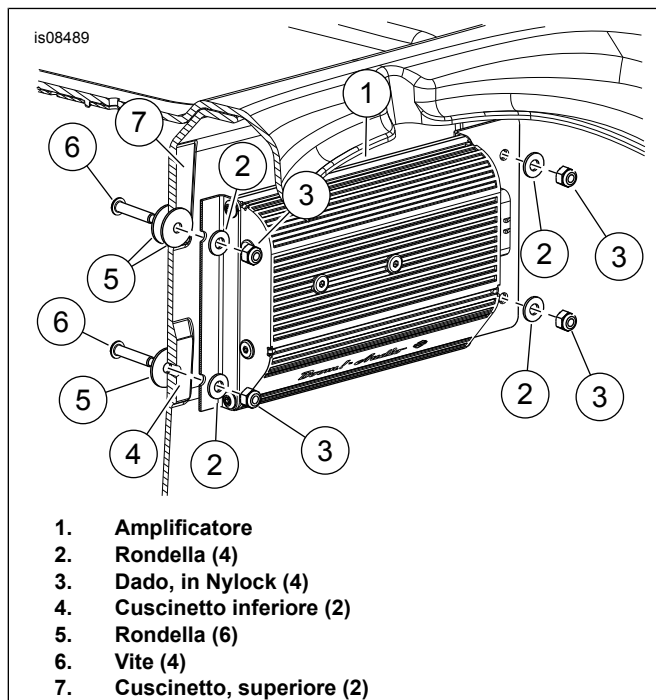

Figura 2. Installazione dell'amplificatore
6. Vedere Figura 2 Posizionare l'amplificatore e le staffe (1) sopra ai quattro cuscinetti rialzati (4 e 7). Posizionare il connettore verso il lato sinistro del veicolo come illustrato. Centrare i fori inferiori sulle pastiglie inferiori (4).
11. Vedere Figura 2 Installare la rondella (5) sulla vite (6). Installare attraverso i fori dall'interno del vano portaoggetti. Dall'esterno del vano portaoggetti, collocare una rondella supplementare (5) sopra le viti superiori in modo che agisca soltanto come distanziale. Posizionare l'amplificatore e le staffe (1) sopra ai quattro cuscinetti rialzati (4 e 7). Posizionare il connettore verso il lato sinistro del veicolo. Installare le rondelle (2) sopra le staffe e le viti. Fissare con un dado (3). Serrare.